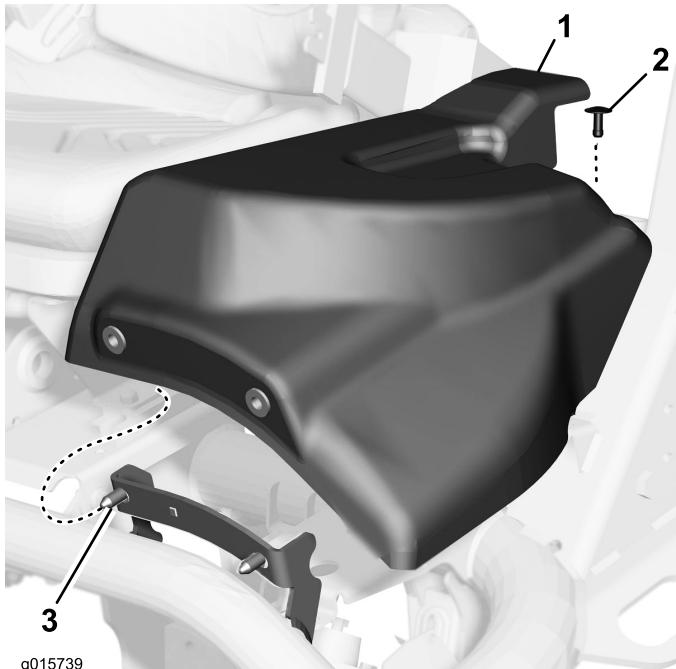

図 2
- 左側カバーを固定しているスロット付きねじを外し、カバーを前方にずらして突起から外す（図 2）。